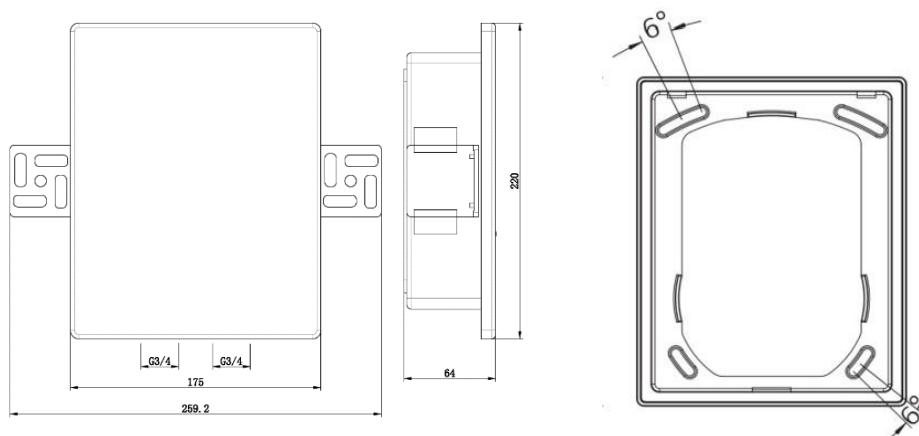

Рис. 2
6.2. Для установки монтажного комплекта в стене или перегородке необходимо подготовить нишу исходя из размеров монтажного комплекта (рис. 2), а также прорезать штробы для подводящего и отводящего трубопроводов, и, при необходимости, каналы для проводов сервопривода или импульсной линии термочувствительного элемента.